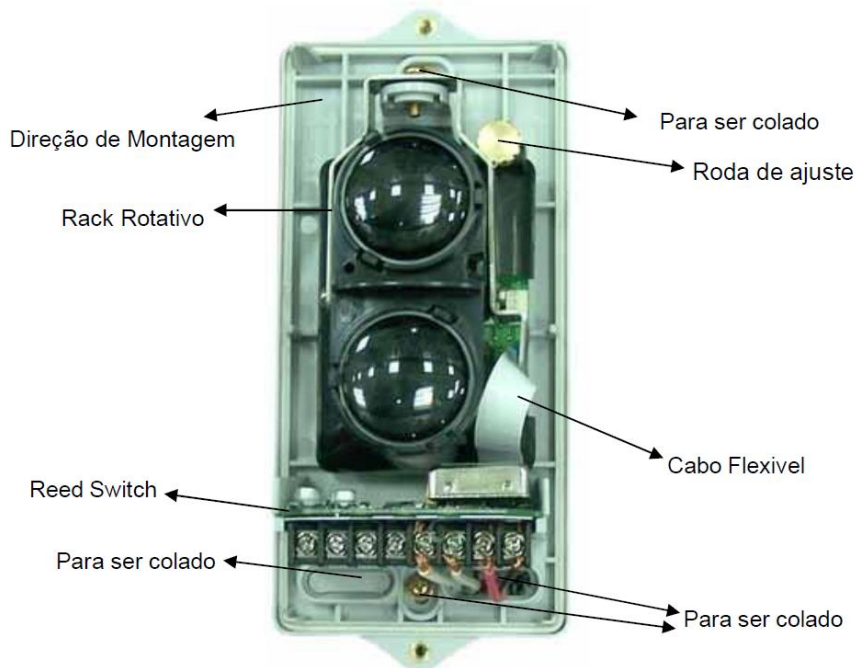

Fig. 2 Dispositivos internos e posições a serem coladas
4.2. Dispositivos internos do detector e posições a serem coladas são mostrados na Fig. 2.
Nota: Se o detector for montado em um ambiente especial onde haja pouca poeira ou úmido, vede as quatro posições mostradas na Fig. 2 (dois orifícios de montagem e dois orifícios de conexão) com cola de vidro ou gel de sílica 703 após o detector ser instalado e a fiação devidamente conectada para garantir que o detector funcione de maneira estável.